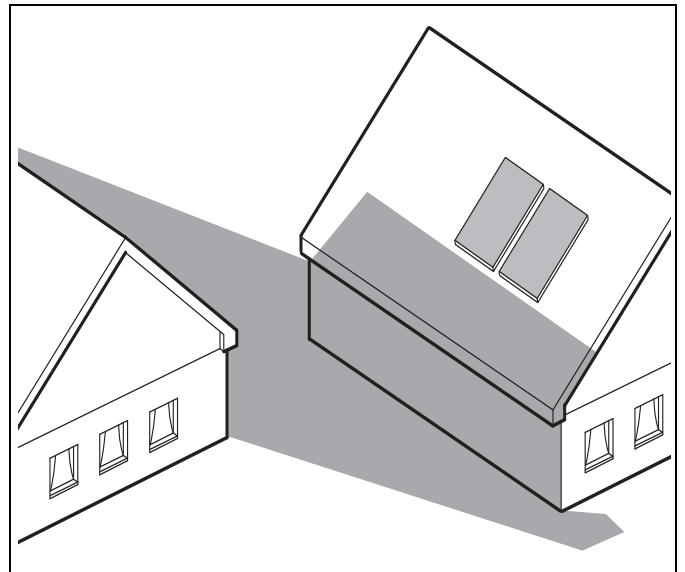

Рис. 11
- Не допускайте затенения (→ рис. 11) трубопроводам (→ глава 5.2).